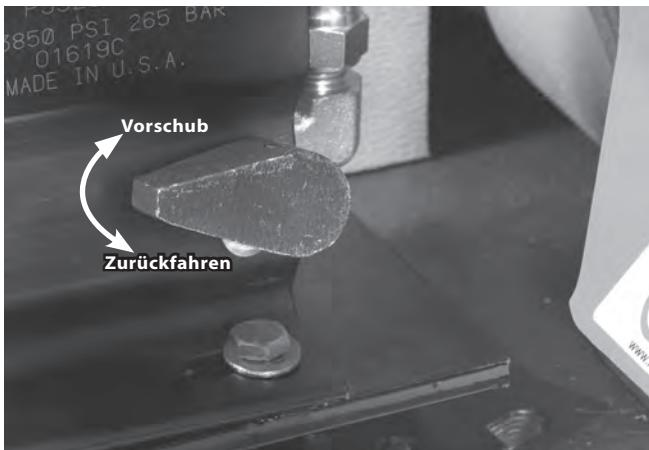

Abbildung 9 - Position des Pumpenfreigabe-Hebels
- Um die Nutrolle zurückzufahren, bewegen Sie den Pumpengriff in die Zurückfahrposition. (*Siehe Abbildung 9*).